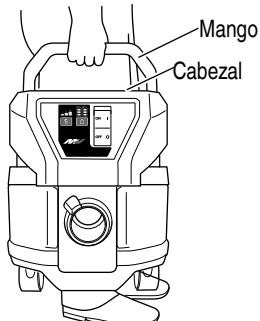

Fig. 22
(1) Cómo usar el mango (Fig. 22)**